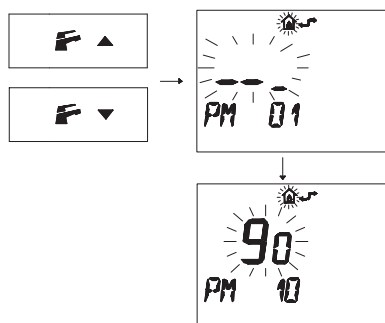

Figura 5.55
- Pulse los botones **F** ▼ o **F** ▲ para acceder al ajuste **"PM10"** de selección de la frecuencia de encendido (Figura 5.55).
En la Figura 5.55 se muestra un punto de consigna programado de **90**, equivalente a un tiempo de reencendido de unos 3 minutos. El rango de regulación va desde 0 a 8 minutos y medio. Cada paso de aumento o reducción equivale a 2 segundos.